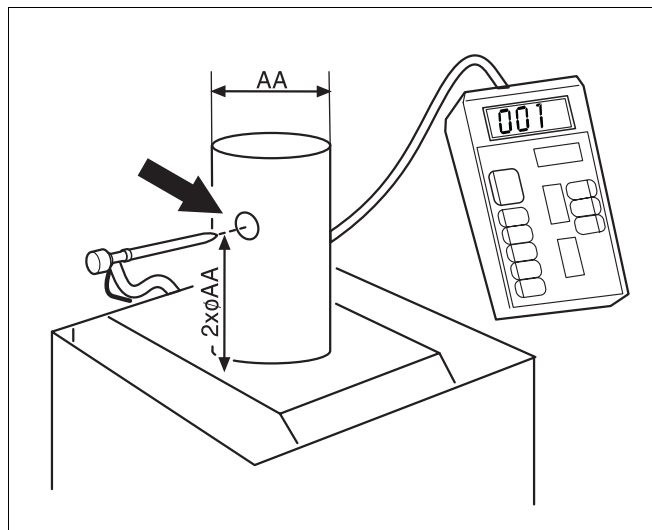

Рис. 8 Измерить тягу в дымовой трубе
- Измерить тягу дымовой трубы в точке измерения на вытяжной трубе при помощи микроманометра или цифрового измерительного кофра. Измеренное значение должно лежать между 1,5 и 5 Па (рис. 8).